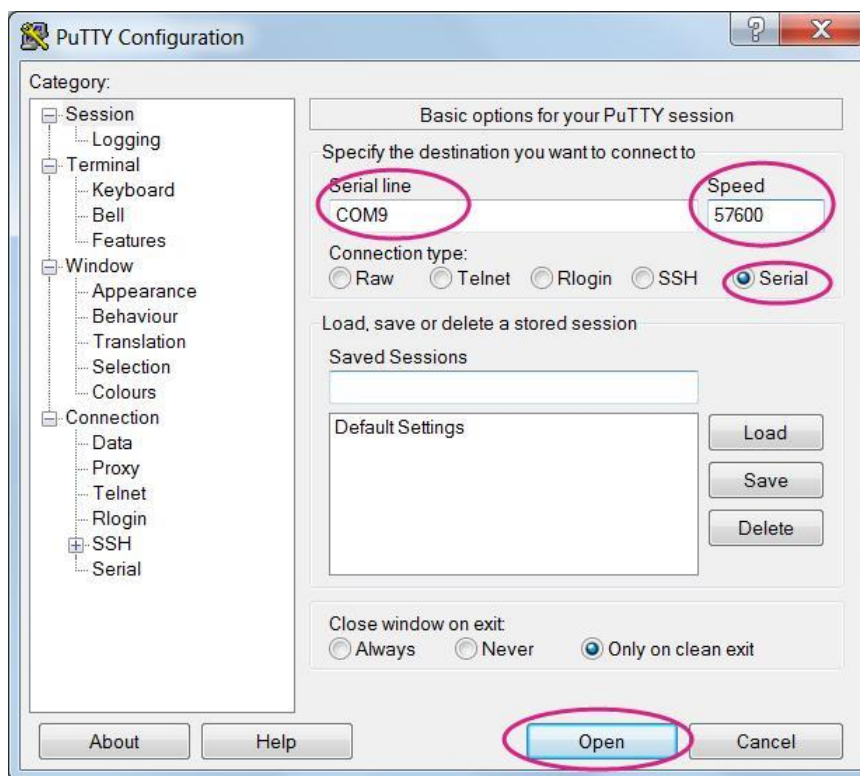

图 23 使用 USB 转串口线和 Windows 终端访问系统控制台
- 4) 打开 PuTTY 终端并输入上述设备管理器中的 **COM** 端口号，点击 **Serial** 单选按钮，在 Speed 框输入 **57600** 然后点击 **Open**，如图 23 所示。